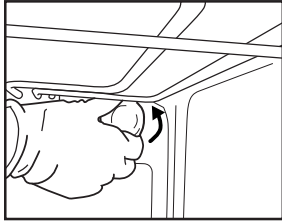

Fig. 7
2. Dévissez le cache de l'ampoule (Fig. 7), remplacez l'ampoule (voir Remarque pour en connaître le type), puis revissez le cache.